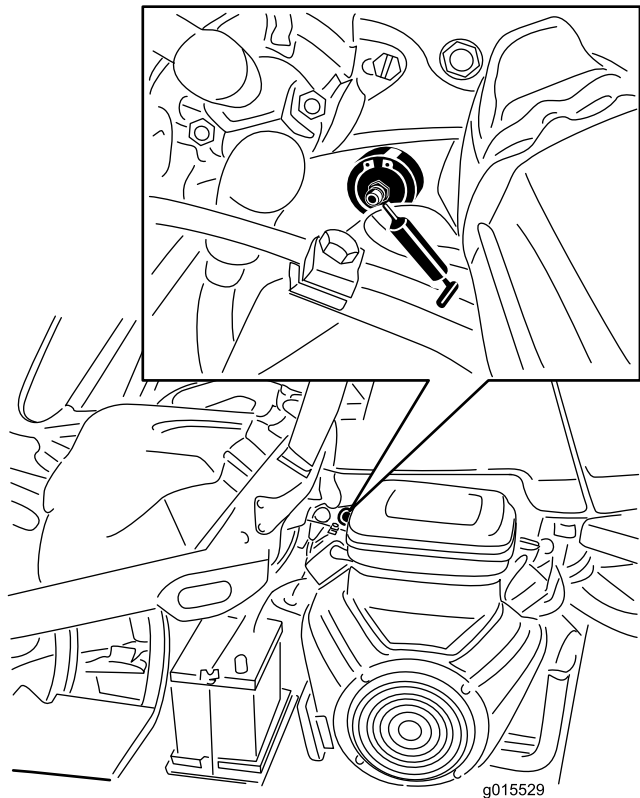

图41
1. 擦干净黄油嘴，这样就不会有杂质进入轴承或轴套中（图41）。